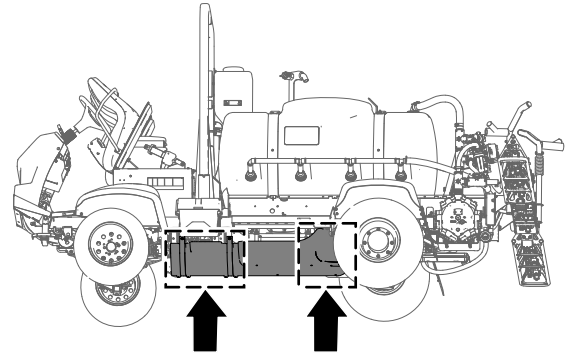
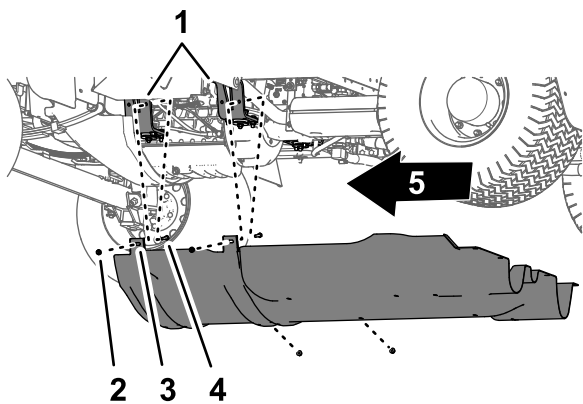

Figure 64
Figure 65
1. Retirez les 5 boulons à embase (5/16 x 7/8 po) et les 5 rondelles (5/16 po) qui fixent l'arrière du carénage de soubassement au châssis de la machine (Figure 64).
2. Retirez les 4 contre-écrous à embase (5/16 po) des boulons et le boulon de carrosserie qui fixent les pattes de montage du carénage de soubassement aux supports du moteur de la machine (Figure 65).
- Déposez le carénage de soubassement de la machine (Figure 64 et Figure 65).
- Alignez le carénage de soubassement sur le châssis inférieur de la machine; voir Figure 65 sous Dépose du carénage de soubassement \(page 55\).
- Engagez les pattes de montage du carénage de soubassement sur les boulons et le boulon de carrosserie des supports du moteur de la machine; voir Figure 65 sous Dépose du carénage de soubassement \(page 55\).
- Fixez le carénage de soubassement aux supports du moteur et aux boulons (Figure 65) à l'aide des 4 contre-écrous à embase (5/16 po) que vous avez retirés à l'opération 2 de Dépose du carénage de soubassement \(page 55\).
- Alignez les trous dans la partie arrière du carénage de soubassement et les trous dans le châssis; voir Figure 64 sous Dépose du carénage de soubassement \(page 55\).
- Fixez la partie arrière du carénage de soubassement au châssis (Figure 64) à l'aide des 5 boulons à embase (5/16 x 7/8 po) et des 5 rondelles (5/16 po) que vous avez retirés à l'opération 1 de Dépose du carénage de soubassement \(page 55\).